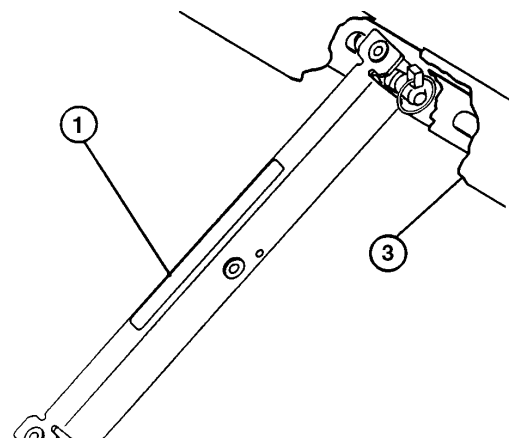

Bild 11
- C. Die Flachmuldenstütze an die Zylinderstange drücken, wobei sicherzustellen ist, daß die Endnasen der Stütze am Ende des Zylinderrohrs sowie am Ende der Zylinderstange anliegen (Bild 11).